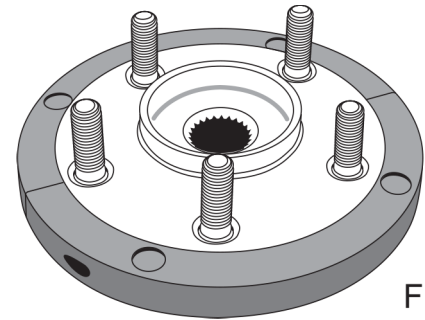

Fig 2
- Consulte a fig.2: Monte as garras de inserção no novo rolamento e prenda com os parafusos de ajuste fornecidos.